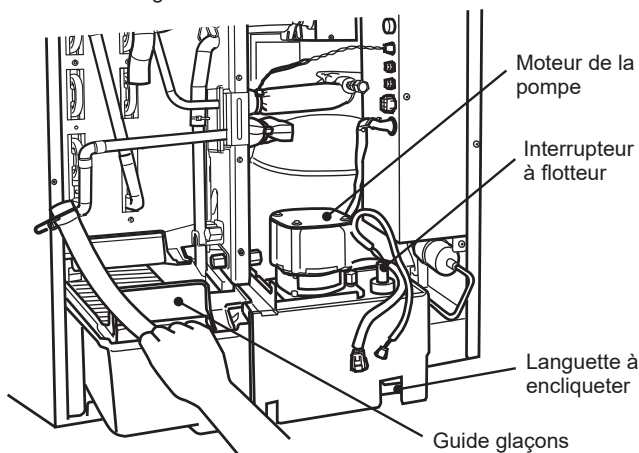

Fig. 4
5) Retirer ensemble le réservoir d'eau, le guide glaçons, le support du moteur de la pompe, le moteur de la pompe et le commutateur à flotteur. Voir fig. 4.